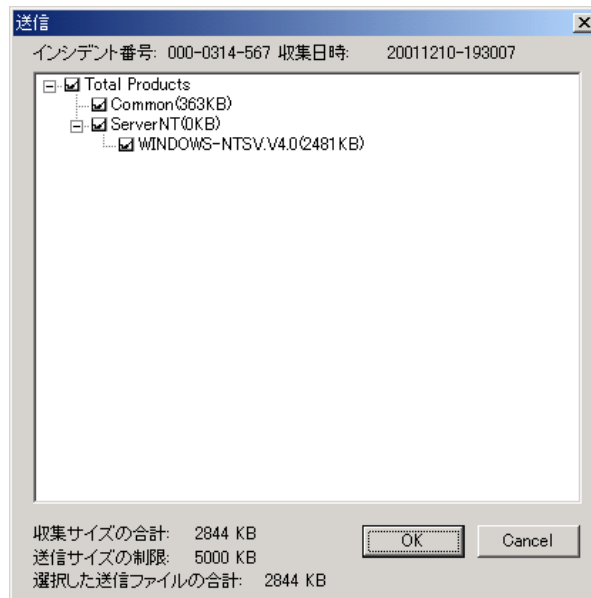

図 5-35 送信内容確認画面
- 10 [OK]ボタンをクリックすると、送信内容確認画面(図 5-35)が表示されます。この画面でチェックをはずすことにより、一部の資料のみを送信することもできます。[OK]ボタンをクリックすると、収集した資料がセンタに送信されます(後ほど管理メニュー画面で送信することもできます)。
- 8 資料収集が完了し、資料ファイルがセンタに送信可能なサイズ(2M バイト以下)の場合、センタ送信確認メッセージ(図 5-34)と送信内容確認画面(図 5-35)が表示されます。
- 5 資料ファイルがセンタに送信可能なサイズ(2M バイト以下)の場合、センタ送信確認メッセージ(図 5-34)と送信内容確認画面(図 5-35)が表示されます。